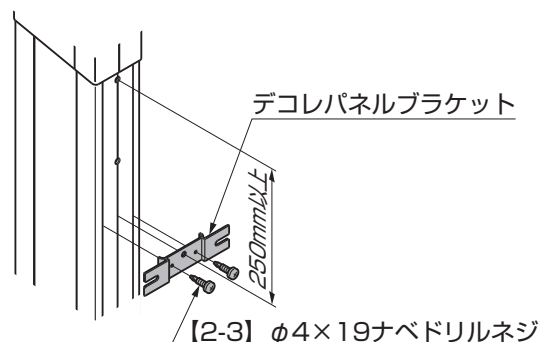

図6-2 上下位置変更の場合
- 位置を変えたい場合は、図6-2を参考に【2-3】で取付けてください。